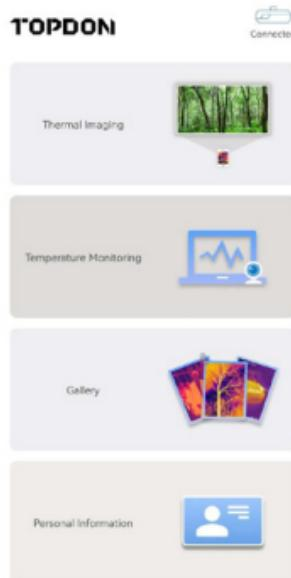

Figura 3.1.3
3. Abre la aplicación TC001. El ícono en la parte superior derecha de la pantalla de inicio muestra "**Conectado**" (consulta la figura 3.1.3).